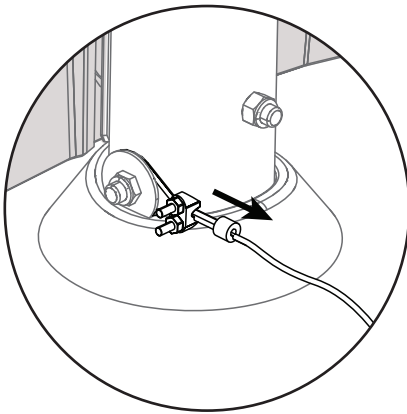
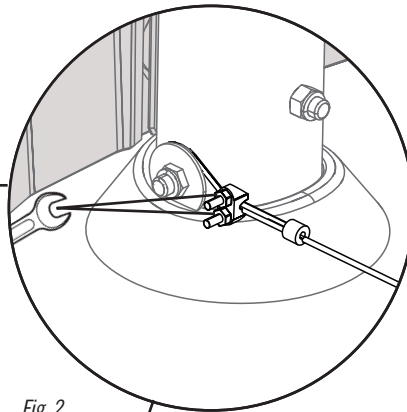
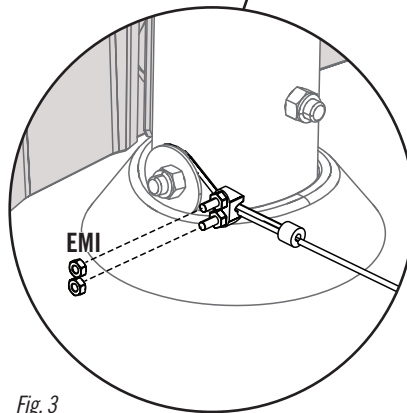

Fig. 1
Fig. 2
Fig. 3
- Now, remove any slack in the cable (**Fig. 1**), then tighten the nuts already on the cable as shown (**Fig. 2**). Secure two additional sets of **nuts (EMI)** (**Fig. 3, 4**) to the cable to cover any exposed threads.
- Maintenant, éliminez tout jeu du câble (**Fig. 1**), ensuite serrez bien les écrous already on le câble comme illustré (**Fig. 2**). Attachez deux jeux d'**écrous (EMI)** (**Fig. 3, 4**) supplémentaires au câble pour couvrir du filetage exposé.
- Ahora, elimine cualquier distensión en el cable (**Fig. 1**), entonces apriete las tuercas ya están en cable como se muestra (**Fig. 2**). Sujete dos juegos de **tuercas (EMI)** (**Fig. 3, 4**) adicionales al cable para cubrir cualquier rosca expuesta.